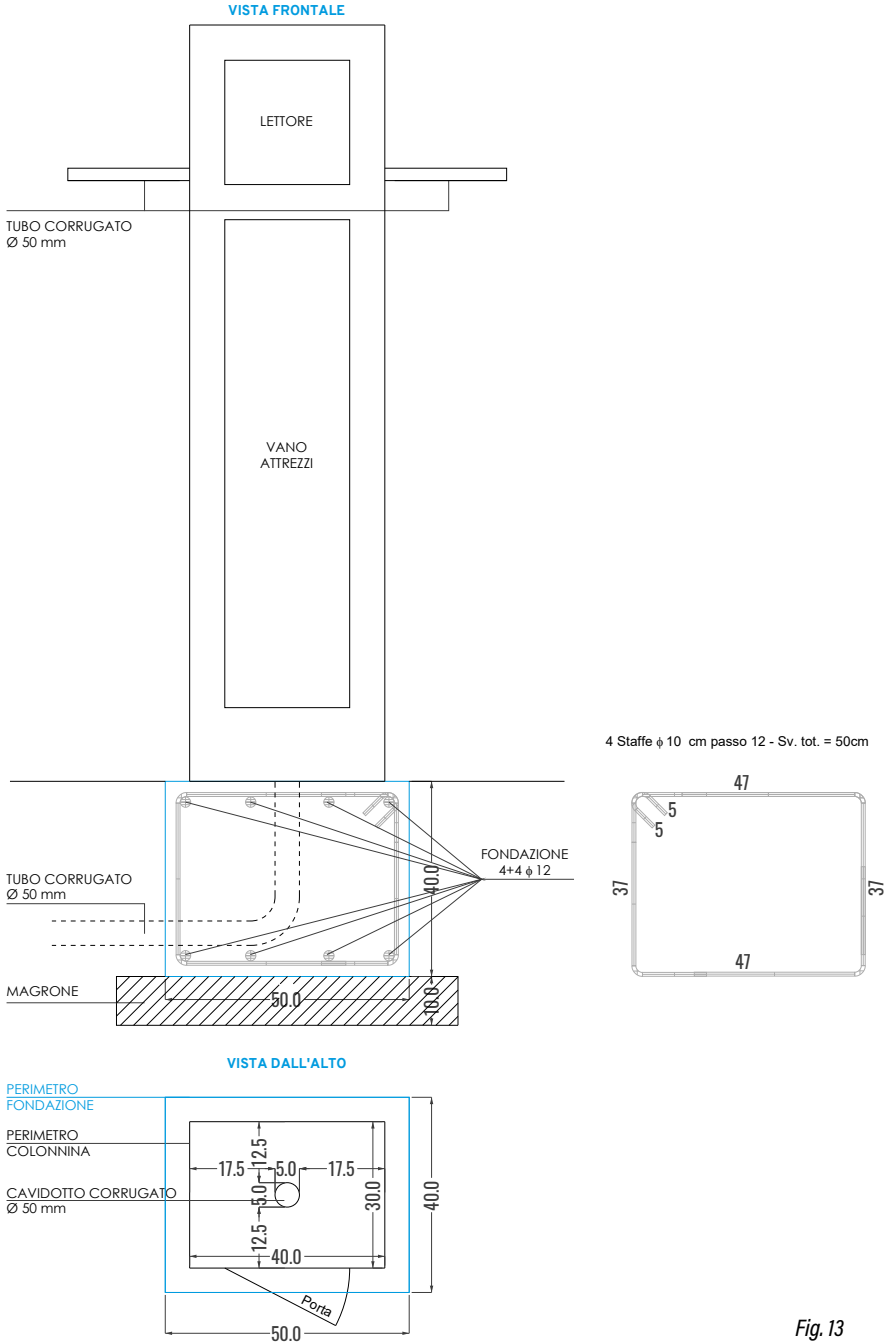

Fig. 13
1. Predisporre il basamento in calcestruzzo armato secondo le dimensioni e le specifiche indicate (Fig. 13) inserire il corrugato di diametro 50 mm al centro del basamento per il passaggio del cavo elettrico; la finitura superficiale dovrà essere perfettamente liscia e senza dislivelli.